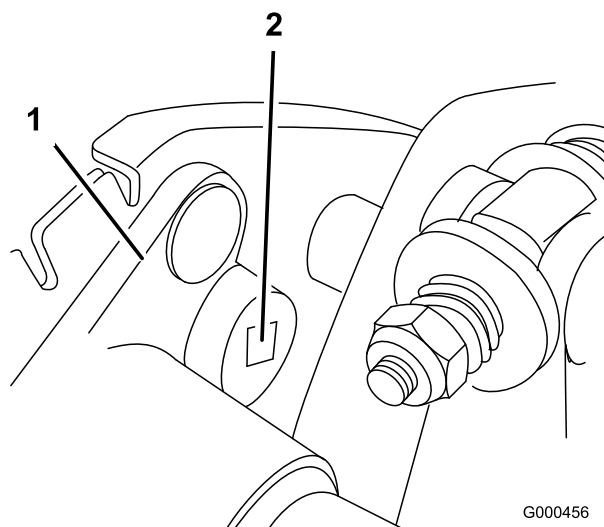

Bild 33
B. Drehen Sie das Lagergehäuse mit einem 3/8 Zoll Drehmomentschlüssel mit 4 bis 4,5 Nm an, um die Riemenspannung einzustellen (Bild 33)